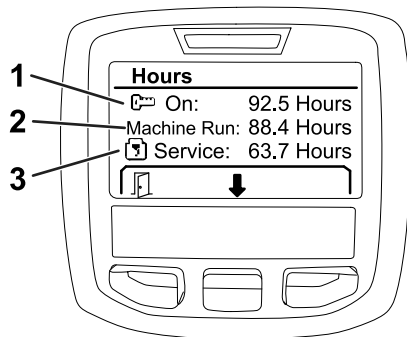

Figura 29
3. Utilice la información de los contadores mostrados en la pantalla (Figura 29) para determinar lo siguiente: